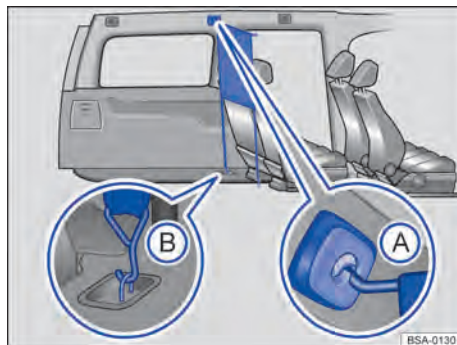

Fig. 151 Derrière la deuxième rangée de sièges : filet de séparation monté
1. Accrochez le filet de séparation dans le logement *arrière gauche* (version 5 places) ou *central gauche* (version 7 places) intégré au pavillon → **fig. 151 (A)**. Faites passer la barre transversale au-dessus de la position supérieure pour l'amener en position inférieure.
3. Accrochez le filet de séparation dans les œillets d'arrimage inférieurs → **fig. 151 (B)**.